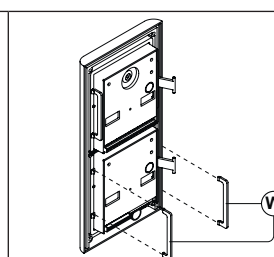

Fig. 4
Inserire i fermi anti-effrazione (W) come mostrato in **Fig. 4**.